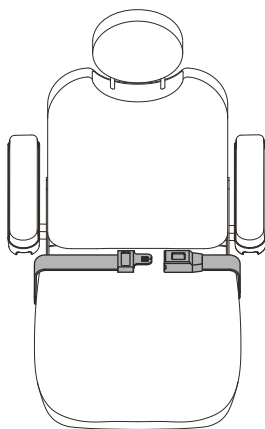

Figure 15. Ceinture de positionnement
Votre fauteuil motorisé peut être équipé d'une ceinture de positionnement réglable pour un meilleur confort. Voir la figure 15. La ceinture de positionnement, réglable, a été conçue pour soutenir et empêcher tout glissement vers le bas ou vers l'avant une fois assis. La ceinture de positionnement n'a pas été conçue pour être utilisée comme ceinture de sécurité.
1. Prenez place sur le siège, insérez la patte métallique d'un côté dans le boîtier de la boucle du côté opposé jusqu'à ce que le « clic » se fasse entendre. **Voir la figure 15.**